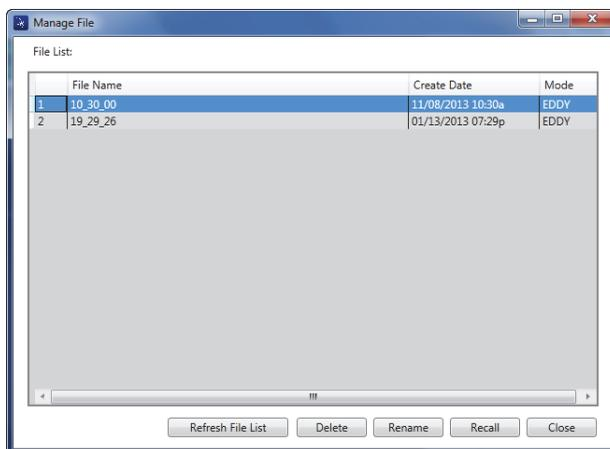

Figure 7-17 Boîte de dialogue Manage File
La boîte de dialogue **Manage File** apparaît (voir la Figure 7-17 à la page 216).
1. Dans la boîte de dialogue **Manage File**, sélectionnez le fichier à supprimer, et puis cliquez sur **Delete** (voir la Figure 7-17 à la page 216).
1. Dans la boîte de dialogue **Manage File**, sélectionnez le fichier à renommer, et puis cliquez sur **Rename** (Renommer) [voir la Figure 7-17 à la page 216].
1. Dans la boîte de dialogue **Manage File**, sélectionnez le fichier à rappeler, et puis cliquez sur **Recall** (voir la Figure 7-17 à la page 216).
- ◆ Dans la boîte de dialogue **Manage File** (Gérer les fichiers), cliquez sur **Refresh File List** (Actualiser liste de fichiers) (voir la Figure 7-17 à la page 216).